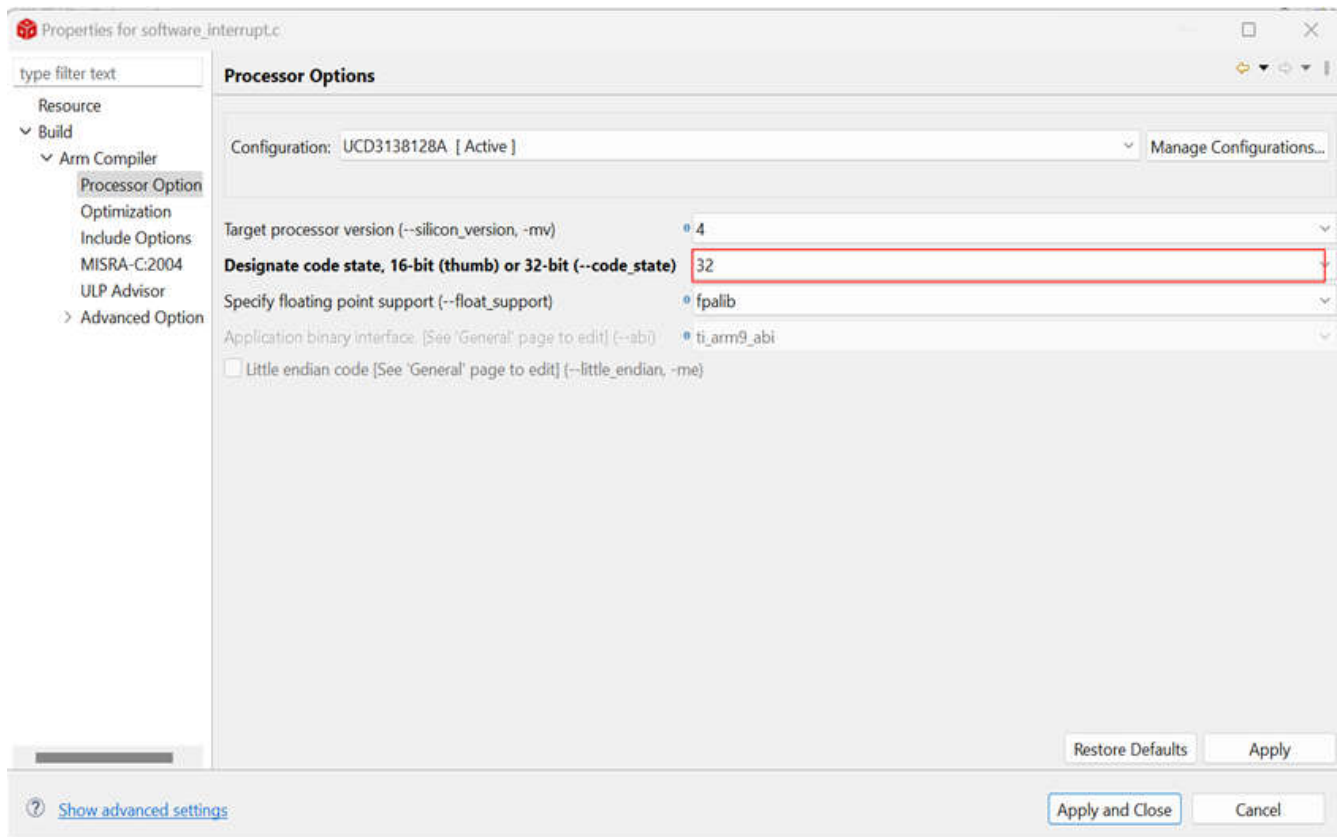

图 2-5. Setting the Designate code state to ARM 32-bit Mode for Interrupt Handler Compilation
1. 设置 '`standard_interrupt.c`', '`software_interrupt.c`' 和 '`interrupts.c`' 整个文件在 ARM 模式下编译。比如配置整个 '`software_interrupt.c`' 在 ARM 模式下编译，如图 2-5 所示，遵循以下步骤以完成配置。点击 *project explorer* pane -> 右击 '`standard_interrupt.c`' -> *click properties* -> *Build* -> *ARM Compiler* -> *Processor Options*. 然后选择 "32"。